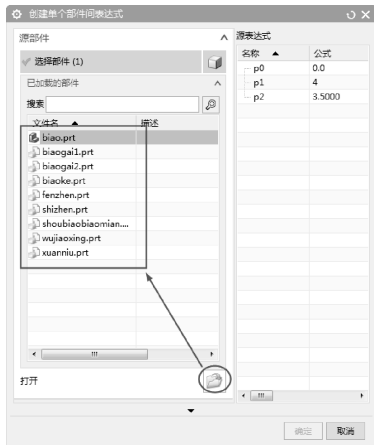

图 6-33 添加部件文件到列表中
- 选择部件 选择部件 (0)：激活此命令，可以在【已加载的部件】列表中选择部件，也可以在当前装配环境中选择部件。
- 打开 ：单击【打开】按钮，可以打开路径中的装配体文件。该装配体文件中所包含的部件将显示在【已加载的部件】列表中，如图 6-33 所示。